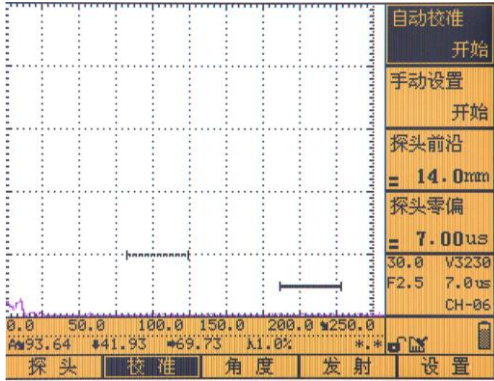
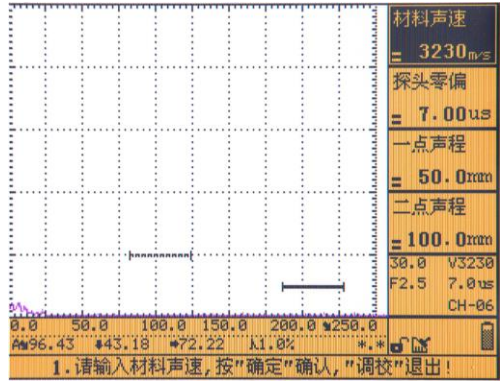

图 3.7
图 3.8
(2) 利用【向下】键选择“探头频率”，左旋或右旋旋轮将探头频率设置为 2.5MHz，
(3) 按【向下】键选择“晶片尺寸”，按击旋轮，左乘号左边的数字闪烁，左旋或右旋旋轮，将该数字设置为 9，再按击旋轮，乘号右边的数字闪烁，左旋或右旋旋轮，将该数字设置为 9，最后按【确认】键。
(4) 通过【F2】键，选择“校准”主菜单，按【向上】或【向下】键选择“自动校准”子菜单。如图 3.7 所示，单击【确认】键或旋轮按照提示开始进入自动校准程序，如图 3.8 所示：